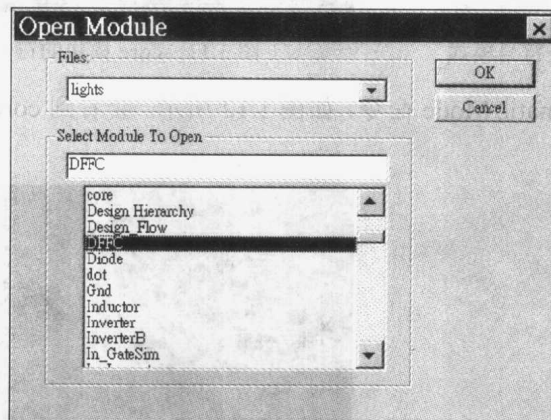

图 1.16 打开 DFFC 模块
(8) 打开模块: 选择 **Module→Open** 命令, 打开 **Open Module** 对话框, 在 **Select Module To Open** 列表框中选择 **DFFC** 选项, 再单击 **OK** 按钮, 如图 1.16 所示。